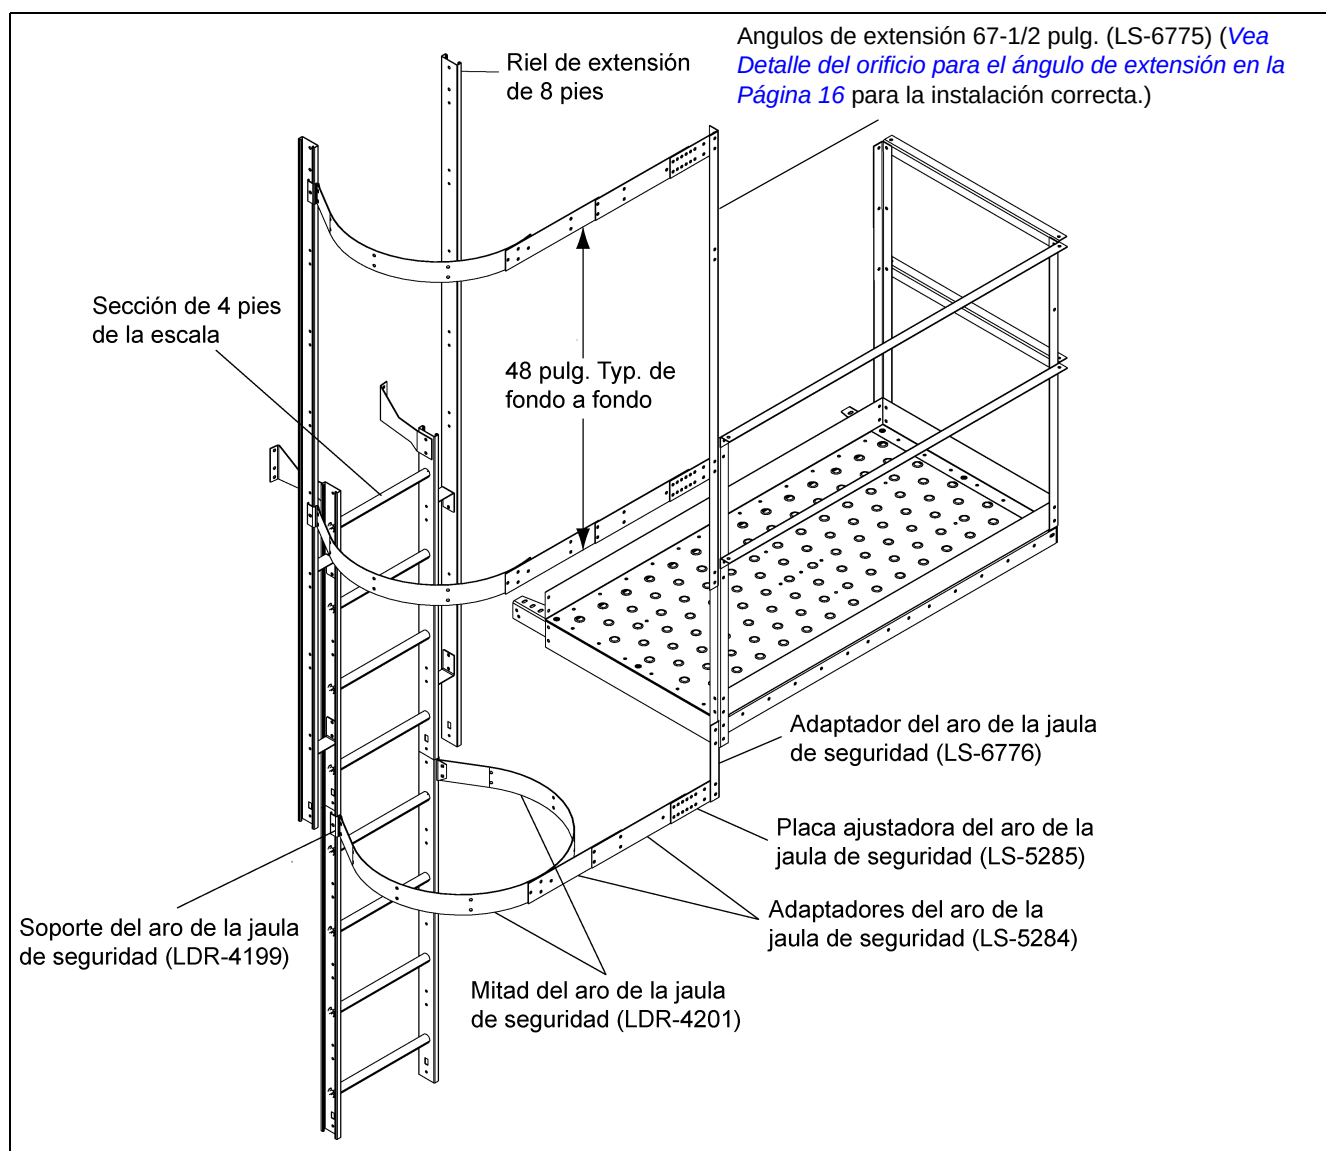

Figura 8K
Se necesitará una pre-instalación antes de conectar cualquier pieza a las escalas o a la plataforma. Conecte dos (2) soportes para la jaula de seguridad al riel de extensión de 8 pies y un soporte para la jaula de seguridad a la segunda sección de 4 pies de la escala como se muestra en la Figura 8K. Conecte con pernos las placas ajustadoras para el aro de la jaula de seguridad al ángulo de extensión como se muestra en la Figura 8K. (Vea el detalle de la conexión en la Página 48.) Luego, emperne las placas ajustadoras del aro de la jaula y únalas al ángulo de extensión como se muestra más abajo. Utilice la configuración apropiada, dependiendo del diámetro del silo. (Vea el detalle de la instalación del adaptador en la Página 90.) Asegúrese de utilizar los pernos de 5/16 pulg. x 1 pulg. con sus cabezas mirando hacia el interior de la jaula de seguridad. Conecte estas instalaciones a los soportes de la jaula de seguridad y a las placas ajustadoras del aro de la jaula. Vea el detalle de la conexión en la Página 90 para la ubicación correcta de los orificios. Apriete los pernos a medida que va avanzando. La instalación del fondo requiere de dos (2) mitades de aros y se ubicarán justo abajo de la plataforma como se muestra en la Figura 8K. Utilice el ángulo ajustador del aro de la jaula de seguridad para afirmar las instalaciones de las dos (2) mitades del aro al ángulo vertical de entrada en la instalación de la plataforma.
NOTA: Los soportes verticales de 48 pulg. se eliminaron en la Figura 8K para mayor claridad.